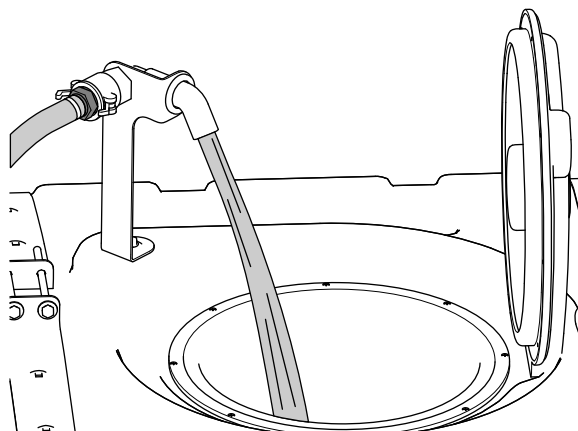

Рисунок 27
5. Залейте 3/4 требуемого объема воды в бак опрыскивателя (Рисунок 27).